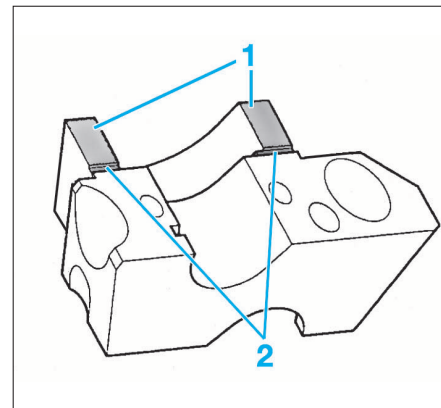

FIG. 72
- appliquer sous les portées (1) des chapeaux de paliers n° 1 et 5 une fine couche de pâte d'étanchéité appropriée (par exemple VW AMV 174 004 01), en veillant à ce que le produit ne recouvre pas les gorges (2) (Fig.72).